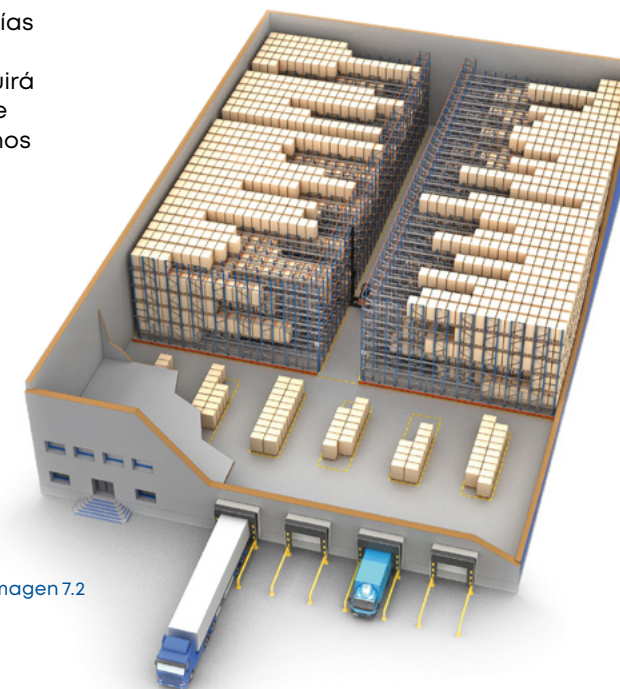

Imagen 7.2
- Si se opta por instalar estanterías a ambos lados de un pasillo de trabajo (imagen 7.2), se conseguirá un **número mayor de canales** de almacenaje. Éstos, aunque menos profundos, permitirán tener **más canales por referencia**, a la vez que **incrementar la capacidad efectiva**.